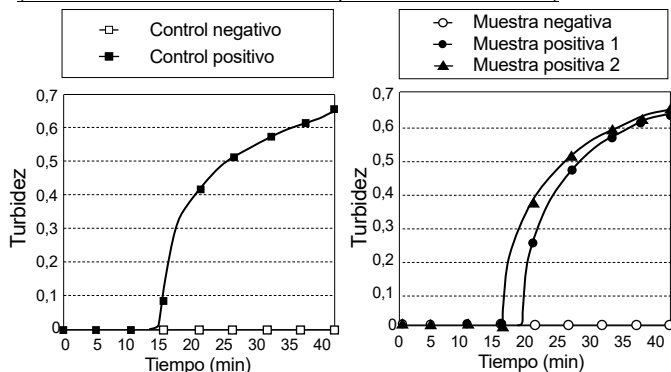

Fig. 1 : Gráficas de amplificación correspondientes a los controles. Fig. 2 : Gráficas de amplificación correspondientes a las muestras.
- (1) Configure el turbidímetro en tiempo real HumaTurb C+A para la detección con este producto.
- (2) Compruebe si la temperatura mostrada en la pantalla alcanza los 65,0 °C (deje que el turbidímetro se caliente durante 20 minutos antes de utilizarlo).
- (3) Coloque los tubos de reacción e inicie el análisis.
- (4) Observe la pantalla del turbidímetro para comprobar si los controles positivo y negativo presentan un aumento de la turbidez. Si la turbidez aumenta en el control positivo, pero no en el control negativo, la reacción de amplificación está teniendo lugar correctamente (Fig. 1). De lo contrario, la reacción de amplificación podría estar teniendo lugar de manera incorrecta. Si este fuera el caso, vuelva a analizar las muestras afectadas.
- (5) Confirme la finalización de la inactivación de la polimerasa (completada automáticamente por el turbidímetro). Retire todos los tubos de reacción del turbidímetro en tiempo real HumaTurb C+A y deséchelos sin abrirlos.
Una vez se haya confirmado que la turbidez aumenta en el control positivo, pero no en el control negativo, evalúe las muestras atendiendo a los siguientes criterios (Figs. 1 y 2):